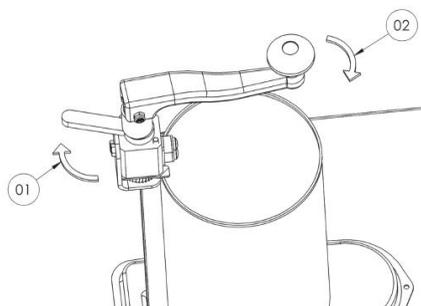

Рис. 10
6. Одной рукой прижать пластиковый рычаг и держать его в этом положении (поз. 01, рис. 10). Второй рукой вращать кривошипный механизм по часовой стрелке (поз. 02, рис. 10) до момента, пока банка будет открыта.